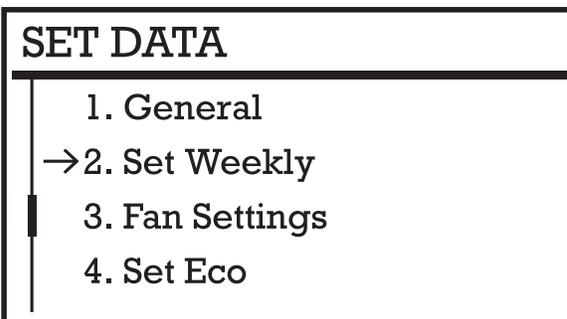

Figure 22 : Données de jeu de menus
1. Tenir la touche **ENTRÉE**  enfoncée (11, Fig. 17) jusqu'à ce que le menu « **SET DATA** » (configuration de données) s'affiche à l'écran. Utiliser la touche de **DÉFILEMENT BAS** pour sélectionner (10, Fig. 17) « **SET WEEKLY** » (réglage hebdomadaire). Appuyer sur **ENTRÉE**. L'écran de configuration du **calendrier hebdomadaire** s'affiche. **VOIR FIGURE 22.**